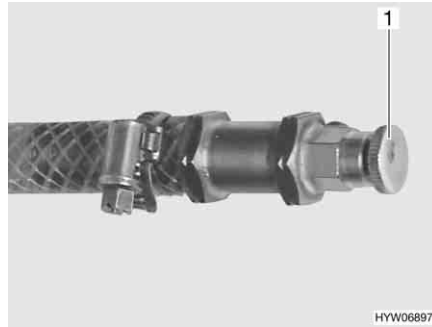

Bild 268 Avluftningsventil varmvatten-värmsystem
- Öppna avluftningsventilen (Bild 268, 1) och låt den vara öppen så länge det kommer ut luft.